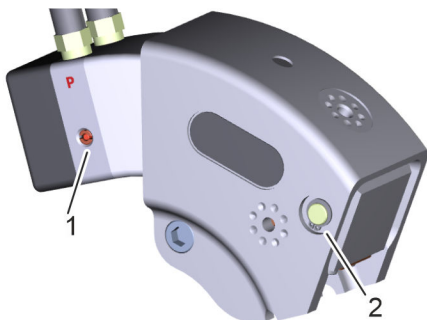

Fig. 14 : dispositifs de sécurité
12. ► S'assurer que les deux circlips (Fig. 14 /2) sont correctement installés. En cas de dommages ou de positionnement incorrect, installer un nouveau circlip à l'aide de la pince à circlips (Fig. 13) et serrer.
13. ► S'assurer qu'il n'y a pas de fuite d'huile au niveau de la soupape de sécurité de surpression (Fig. 14 /1). En cas de fuites, contacter le ☎ « Service après-vente PLARAD[®] » à la page 4.